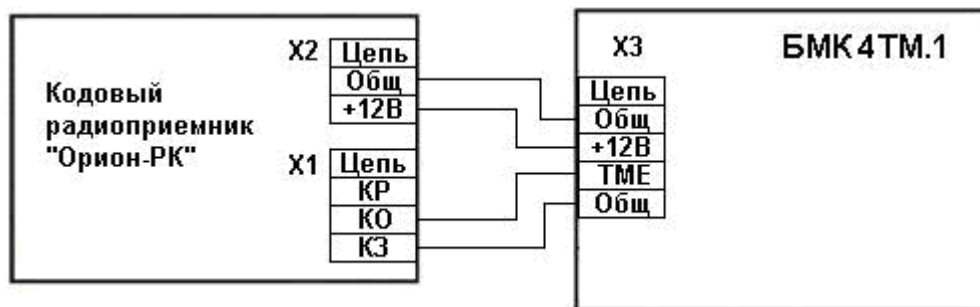

Рисунок 2 - Схема підключення кодового радіоприймача «Оріон-РК»
8.10 При необхідності керування приладом за допомогою радіокомплекту «Оріон-РК» підключити кодовий радіоприймач радіокомплекту до приладу згідно рис. 2 (поставляється по окремому замовленню). У такому випадку приладом не можна буде управляти за допомогою ключів Touch Memory.